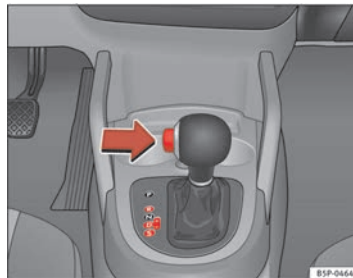

Fig. 146 Conducción
- Presione el pulsador del pomo (situado en la parte izquierda del mismo, ⇒ fig. 146).